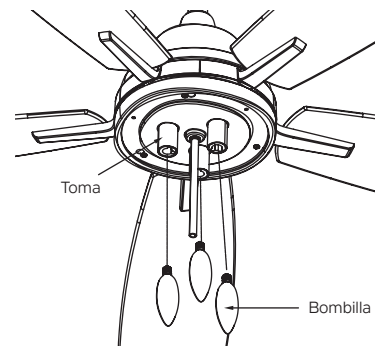

Figura 22
**Paso 3.** Inserte bombillas LED de 4 vatios como máximo (incluidas) en cada toma. Cuando sea necesario, reemplácelas con bombillas del mismo vataje. (Figura 22)